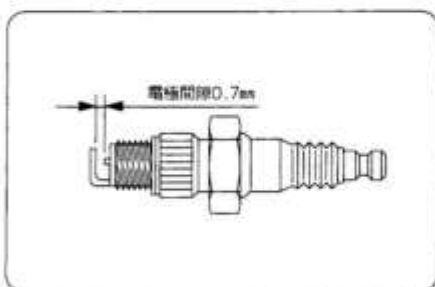

図43
- ①ボックススパナでプラグをはずしてカーボンを清掃します。(ボックススパナ21)
- ②電極の隙間が0.7mmになるように調節してください。(図43)